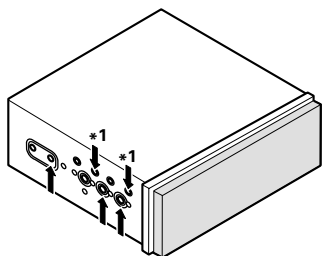
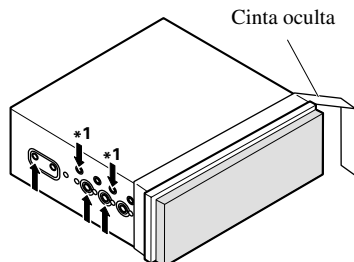
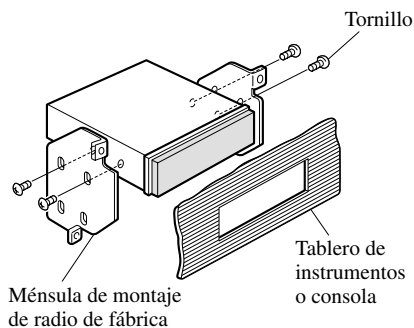

Fig. 17
Fig. 18
Fig. 19
- **Fijación de este producto a la ménsula de montaje de radio de fábrica. (Fig. 17) (Fig. 18) (Fig. 19)**